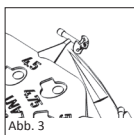

Abb. 3
■ **Abb. 3** Der zur Messung ausgewählte Sizer wird mittels einer Mikroschere abgeschnitten und mit einem Sauger oder einem anderen mikrochirurgischen Instrument ins Mittelohr transportiert.